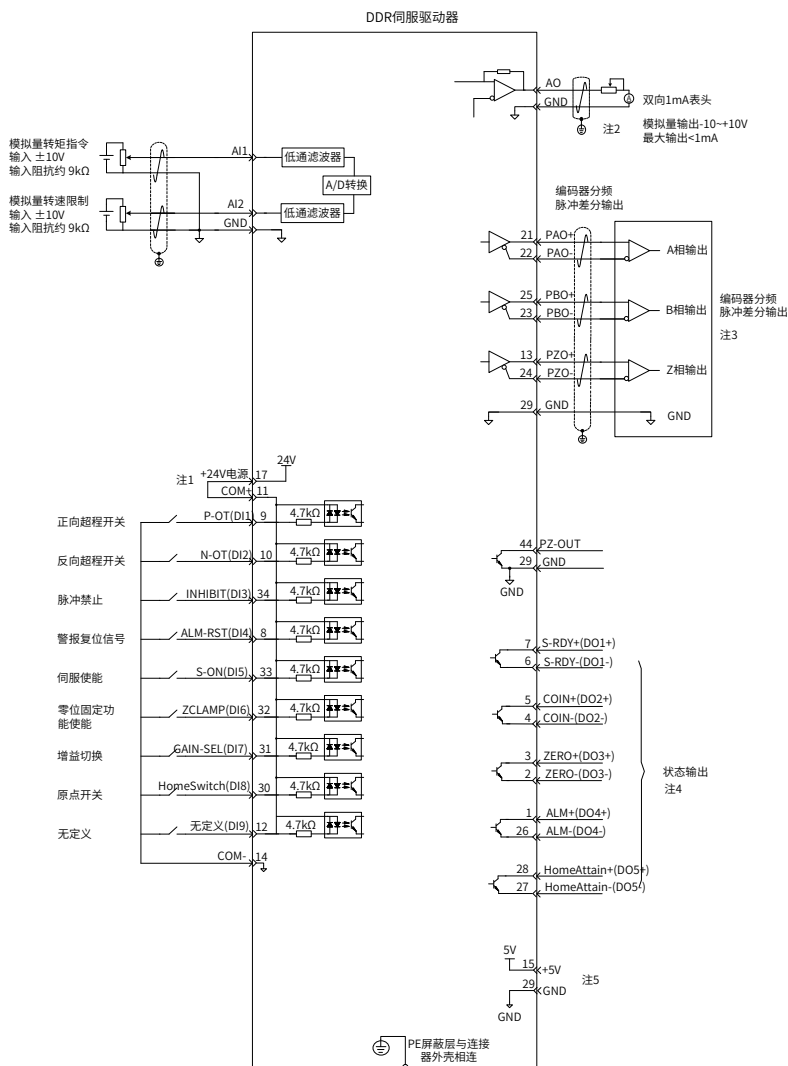

图 4-13 转矩模式配线图
- 4) 参考图4-13配线说明连接CN1端子中必要的DI/DO及转矩指令来源、速度限制等信号。